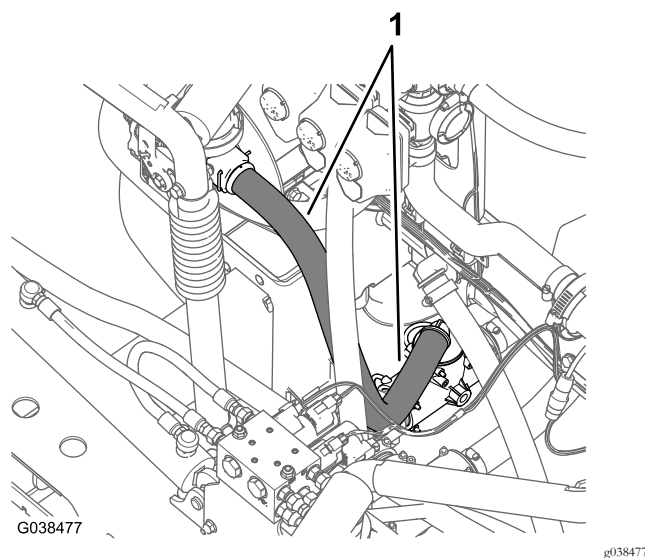

Рисунок 74
3. Проложите шланг подачи опрыскивателя вниз и в сторону тройника, расположенного впереди относительно клапана сброса давления, как показано на Рисунок 74.